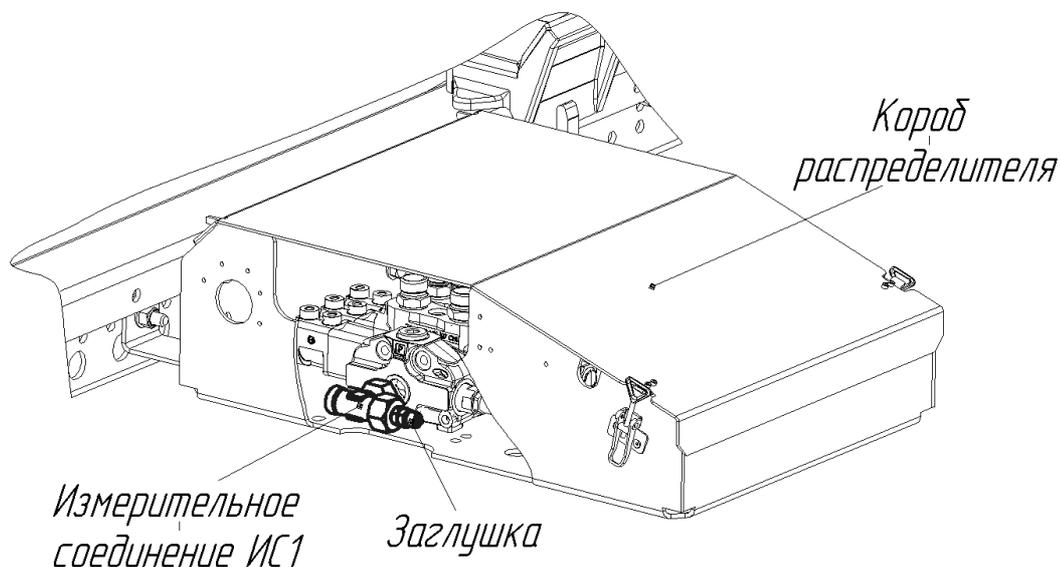

Рисунок 2.1 – Расположение измерительного соединения ИС1
- снимите заглушку с измерительного соединения ИС1 (рисунок 2.1);